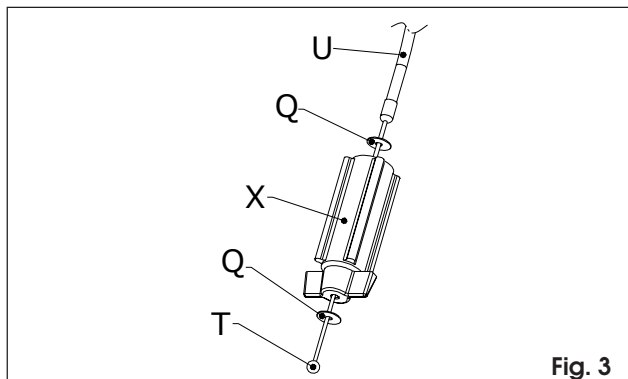

Fig. 3
- 5) Inserire il cavo **T** prima nella rondella **Q**, poi nel pomello **X**, poi nella seconda rondella **Q** e poi nella guaina **U**, come in Fig.3.
- 5) Insert cable **T** firstly in washer **Q**, then in knob **X**, then in the second washer **Q** and finally in sheath **U**, as per fig. 3.
(voir fig. 3).
- 5) Das Kabel T zuerst in die Scheibe Q, dann in den Kugelgriff X, dann in die zweite Scheibe Q und in die Umantelung U einstecken, wie in Abb. 3 dargestellt.